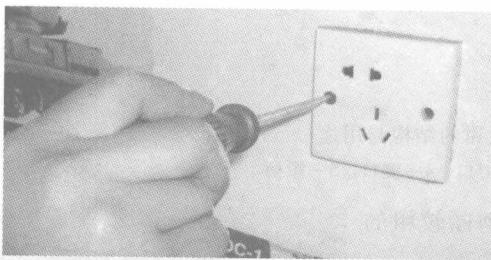

图 1-6 大螺钉旋具的使用
1) 大螺钉旋具的使用。大螺钉旋具一般用来紧固较大的螺钉。使用时，除大拇指、食指和中指要夹住握柄外，手掌还要顶住柄的末端，这样就可以防止旋具转动时滑脱，如图 1-6 所示。